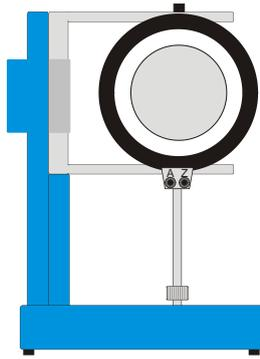

Fig. 2 Montage de la bobine
- Placez le tube dans un angle de  $90^\circ$  par rapport à sa position normale dans le support (voir la figure 2).